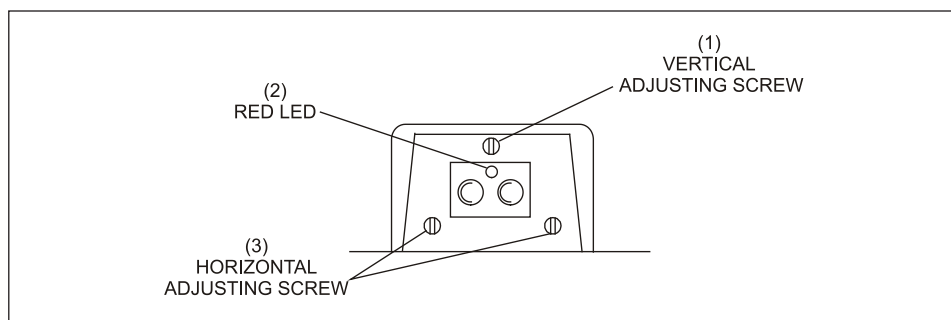

Abbildung 5-2. Einstellen des Ballsensors
Die rote auf dem Ballsensor montierte LED leuchtet, wenn der Strahl nicht vom Reflektor reflektiert wird. Dies bedeutet, dass sich ein Ball oder ein anderes Objekt im Strahlenpfad befindet bzw. ein Ausrichtungsproblem vorliegt. Siehe *Abbildung 5-2*.
- d. Bewegen Sie den Strahl mit der vertikalen und der horizontalen Stellschraube (siehe *Abbildung 5-2*), bis er genau auf der Mitte des montierten Reflektors liegt.